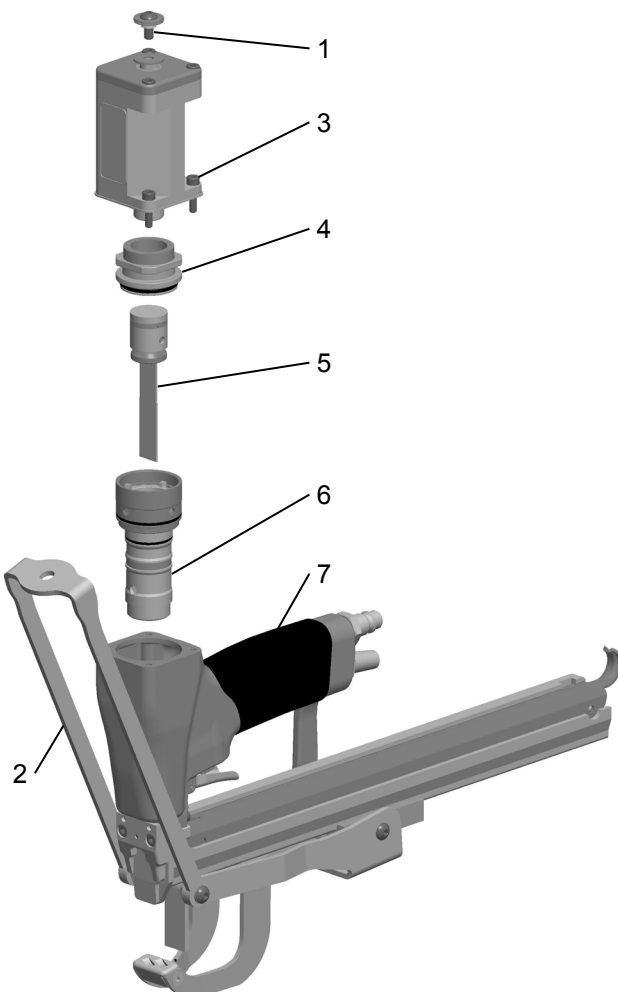

Fig. 7
- Demontera skruv (Fig.7/1) som håller dragstången (7/2).